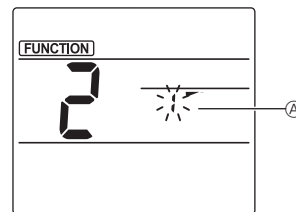

Fig. 2
② Žaliuzių numerio parinkimas (Fig. 2) Paspausdami [DOWN] mygtukus parinkite žaliuzių numerį (A), tada paspauskite [SET] mygtuką.